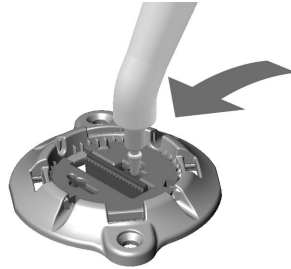

Рисунок 21. Блокировка ползунка
8. Поместите заостренный конец инструмента для размещения/удаления в закрывающую выемку или в любом месте вдоль ползунка на фиксаторе, чтобы протолкнуть ползунок в направлении отведения для ГСМ, пока он не зафиксируется в нужном месте. Используйте заостренный конец инструмента для размещения/удаления, чтобы приложить давление к лицевой части ползунка в противоположном направлении и обеспечить полную фиксацию ползунка (Рисунок 21).